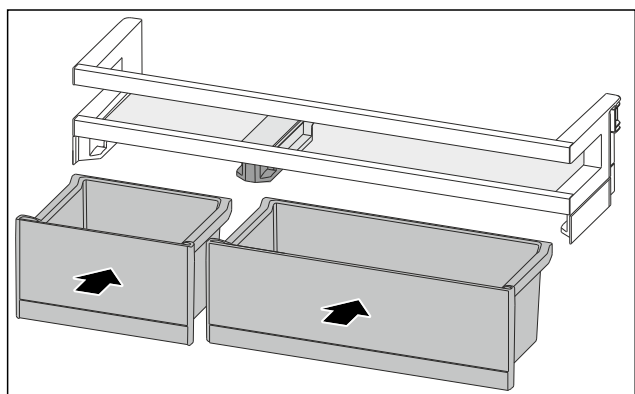

Fig. 83
- ▶ Vstavite bokse VarioBox v obratnem vrstnem redu. (glejte Fig. 83)